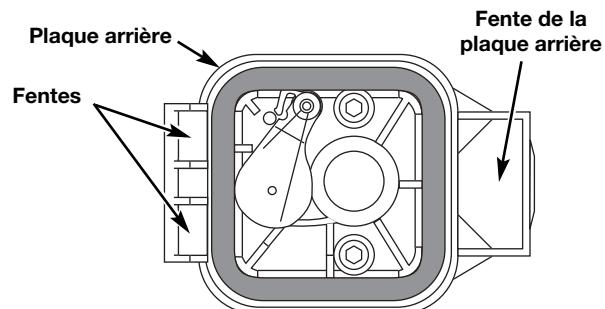

Fig. 27
6. Replacez le filtre (Fig. 27).